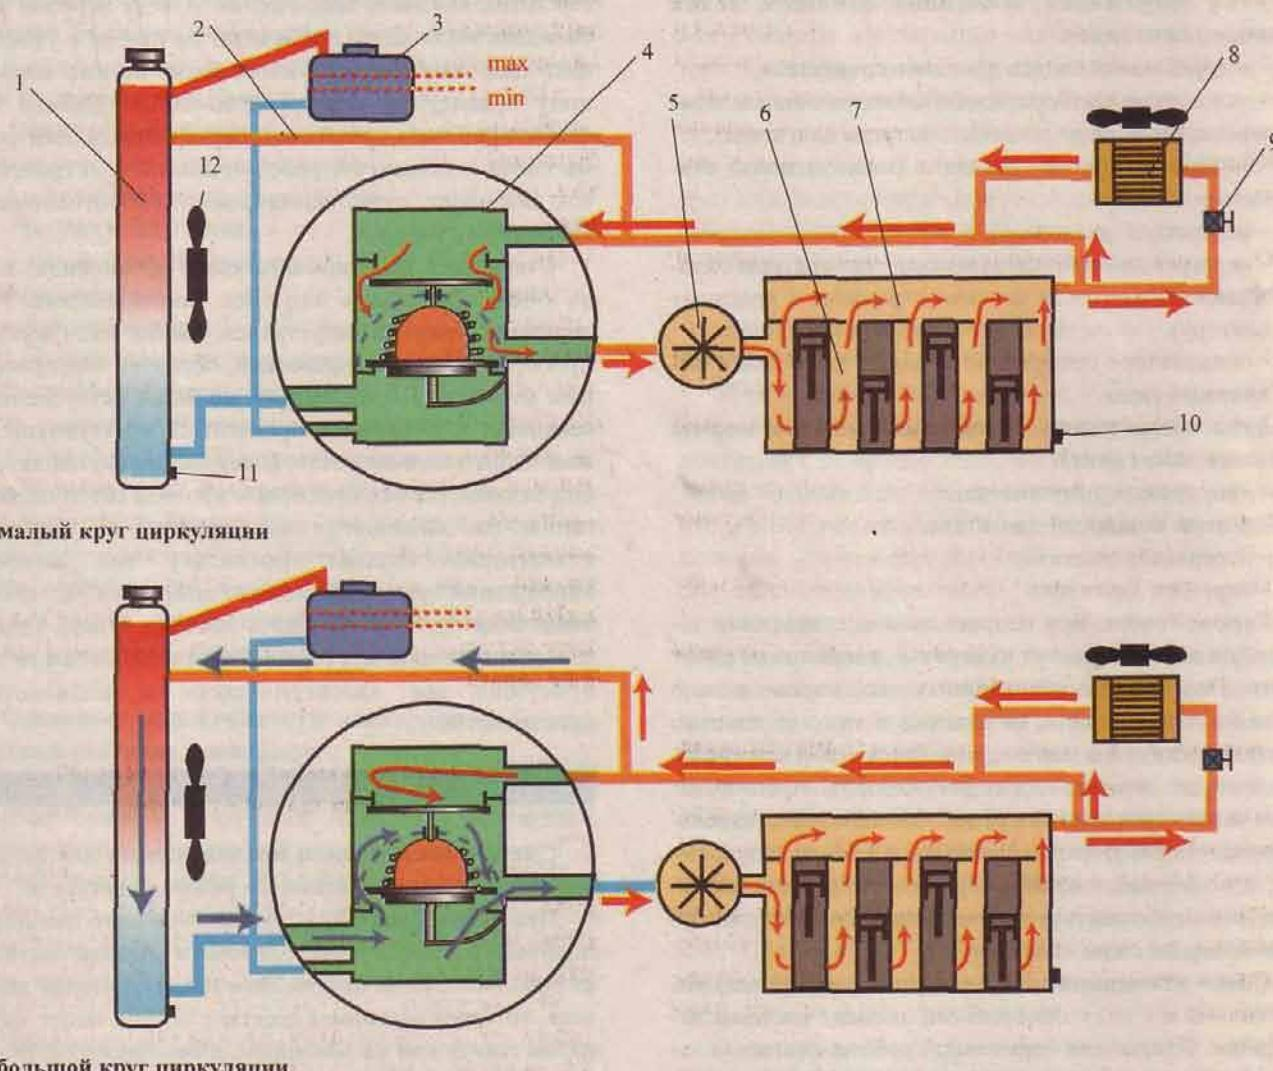

Рис. 25 Схема системы охлаждения двигателя
Как правило, применяется жидкостная система охлаждения, закрытого типа, с принудительной циркуляцией жидкости и расширительным бачком (рис. 25).
**Термостат** предназначен для поддержания постоянного оптимального теплового режима двигателя. При пуске холодного двигателя термостат закрыт, и вся жидкость циркулирует только по малому кругу (рис. 25) для скорейшего ее прогрева. Когда температура в системе охлаждения поднимается выше 80 - 85°, термостат автоматически открывается и часть жидкости поступает в радиатор для охлаждения. При больших температурах термостат открывается полностью и уже вся горячая жидкость направляется по большому кругу для ее активного охлаждения.